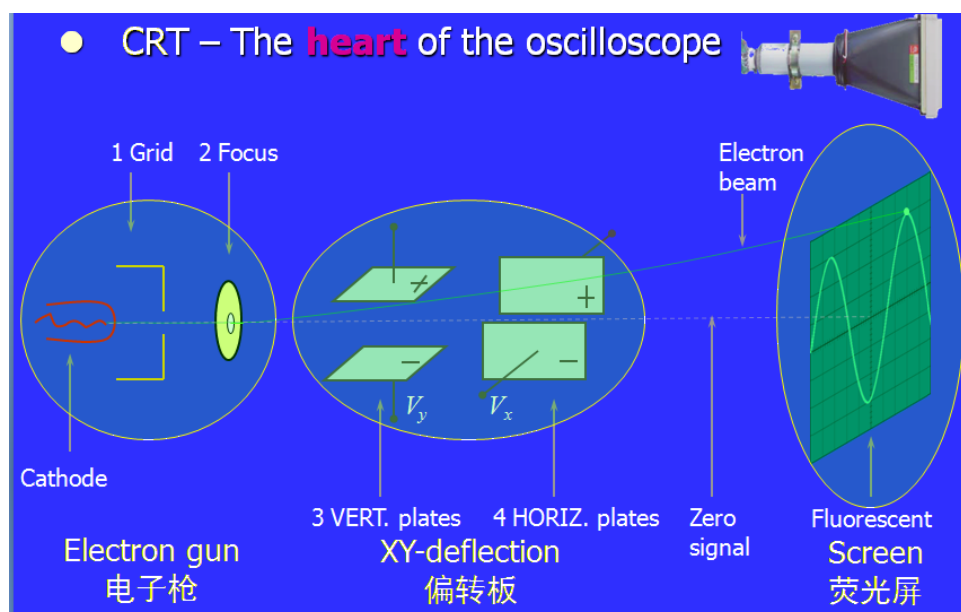

图 2 示波管（CRT）
1、示波管 示波管（CRT）是示波器的核心，如图 2 所示。它主要由安装在高真空管中的电子枪、偏转系统和荧光屏三部分组成。电子枪用来发射一束强度可调且能聚焦的高速电子流，它由灯丝、阴极、栅极 1、聚焦阳极 2 等部分组成。偏转系统由垂直(Y)偏转板 3 和水平(X)偏转板 4 组成。若在偏转板上施加电压，偏转板间形成电场会作用带电粒子，电子束通过时运动方向会发生偏转，在荧光屏上产生的光点位置随之改变。荧光屏上涂有荧光粉，受电子轰击后发光而形成光点，光点的亮度取决于单位时间打在荧光屏上的电子数量，调节栅极 1 的电位可以改变加速度从而调节光迹亮度；光点的大小由电子束的粗细决定，调节聚焦阳极 2（静电聚焦非线性电场）的电位可以改变电子束聚焦的远近从而调节波形的清晰度。它们分别由示波器面板上的**辉度（INTENSity）**和**聚焦（FOCUS）**旋钮来调节实现。